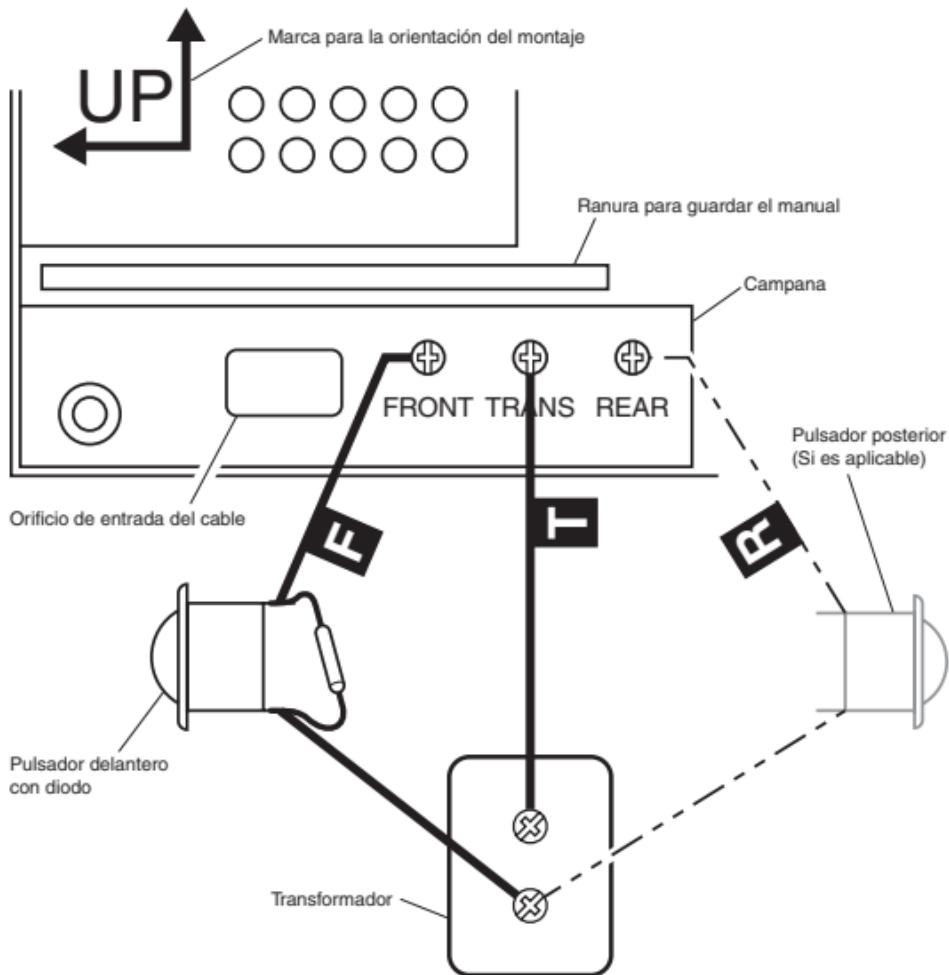

Figura 2
10. Conecte el conductor "F" al terminal de tornillo marcado "FRONT". Conecte el conductor "T" al terminal de tornillo marcado "TRANS". Conecte el conductor "R" al terminal de tornillo marcado "REAR" (vea la Figura 2).